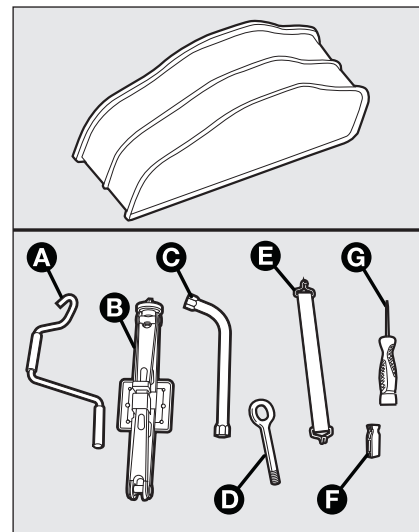
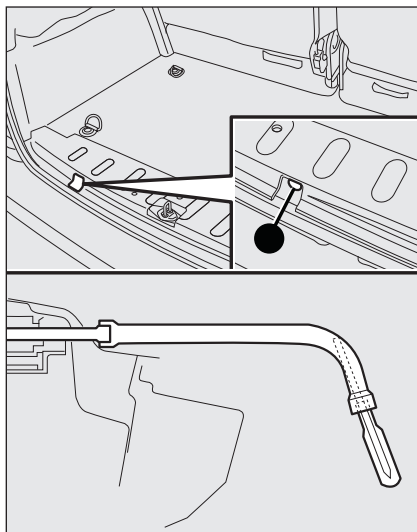
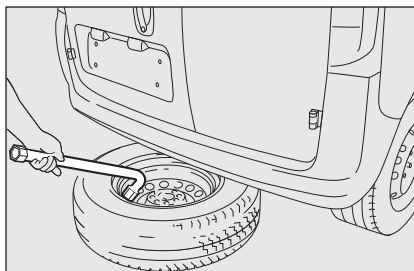

fig. 3
fig. 4
fig. 5
- ☐ in de tas zitten de volgende gereedschappen **fig. 3**:
- ❑ pak de sleutel **C-fig. 3** en draai vanuit de laadruimte de borgbout van het reservewiel los **A-fig. 4**, zodat het reservewiel zakt. Steek om de benodigde kracht te verminderen de schroevendraaier **G-fig. 3** in de uitsparing van de sleutel **C**;
- ❑ gebruik de sleutel **C-fig. 3** om het wiel onder de auto vandaan te trekken **fig. 5**;
- ❑ draai met de sleutel **C-fig. 3** de wielbouten van het te verwisselen wiel ongeveer een slag los;
- ☐ draai de borgbout **A-fig. 4** vast om het wiel op te tillen;